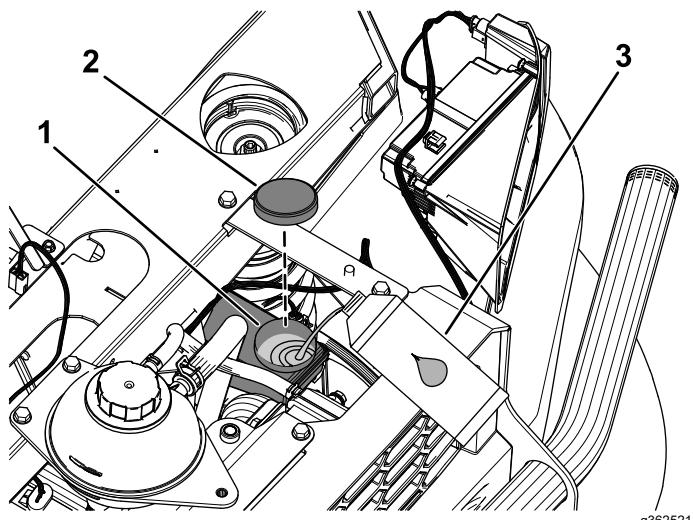

図 109
4. フードを持ち上げてブレーキのマスターシリンダとブレーキ液タンクにアクセスできるようにする 図 109。
- A. ウエスでタンクのキャップの周囲をきれいに拭いてキャップ外す 図 109。
- C. タンクにキャップを取り付ける 図 109。